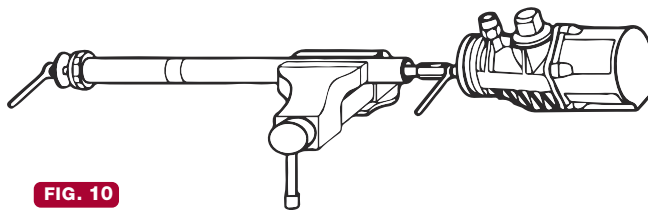

FIG. 10
4. Introduce an open end wrench in the milling of the lower part of the air piston and unscrew the nut (41) and remove the washer (40) (fig. 10).
4. Använd en fast nyckel på den avfrästa centralstången och skruva bort muttern (41) och ta bort brickan (40) (fig 10).